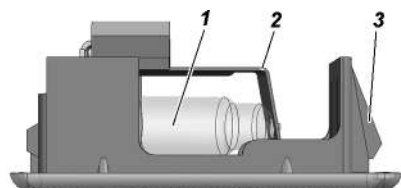

Рис. 9.40. Плафон подсветки
**Плафон подсветки вещевого ящика.** Для замены лампы извлеките плафон (рис. 9.40) из вещевого ящика. Замените лампу 1 отжав держатель 2.